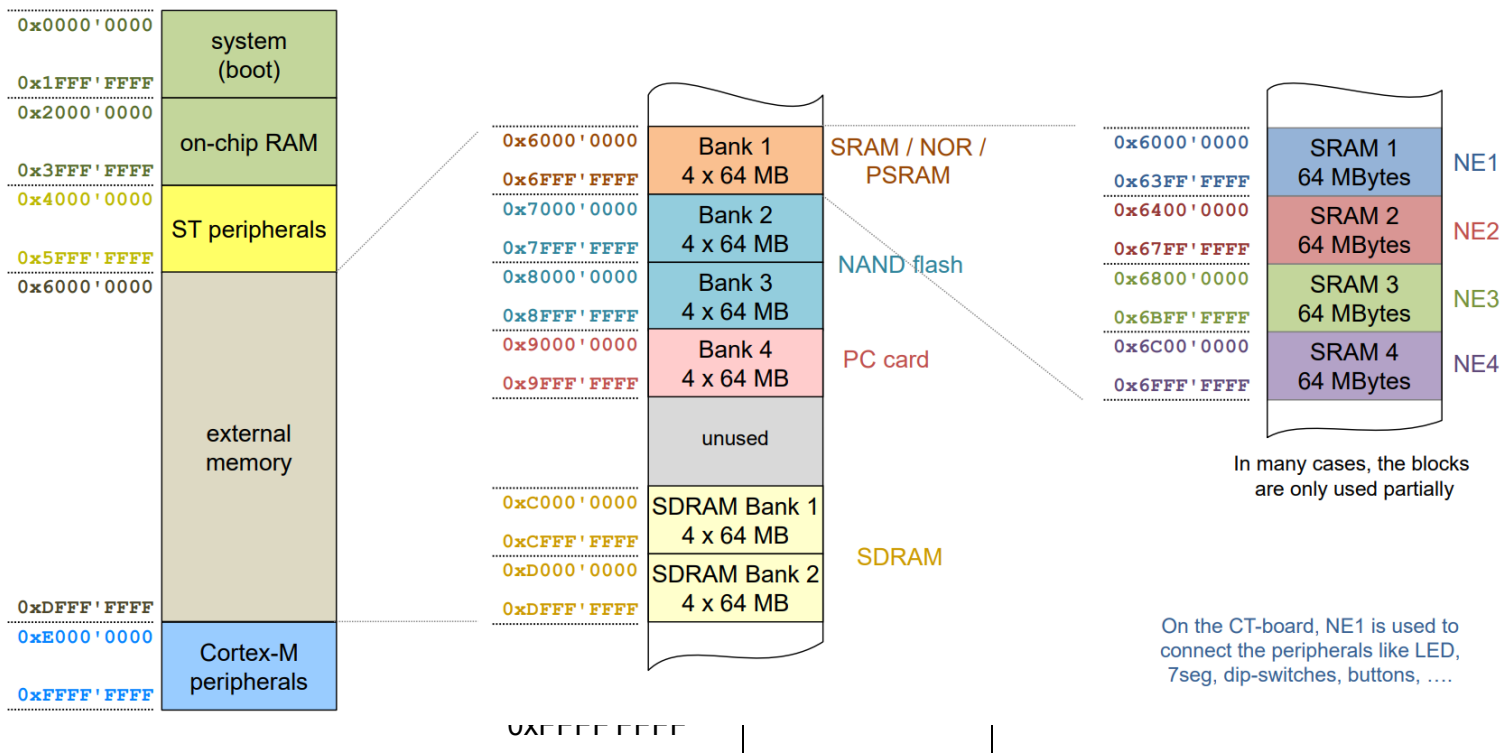

Abbildung 2: Memory Map – Speicherbereich der zwei EEPROMs
- a) Zeichnen Sie den anzuschliessenden Speicher in der Memory Map des CT Boards ein (Abbildung 2) und beschriften Sie die tiefste und die höchste Adresse.